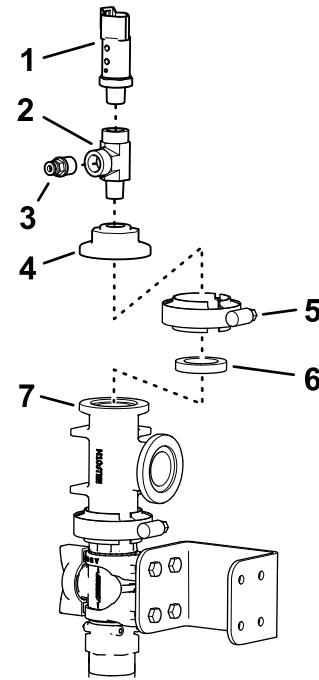

Figura 43
- abrazaadera para briduras, y apriete la abrazadera a mano (Figura 43).
8. Aplique sellador de PTFE a las roscas del empalme y conecte el empalme al acoplamiento en T (Figura 43).
9. Aplique sellador de PTFE a las roscas del acoplamiento en T roscado del kit, y conecte el acoplamiento en T del kit al tapón del acoplamiento (Figura 43).
10. Monte el transductor de presión en el acoplamiento en T como se muestra en la Figura 43.